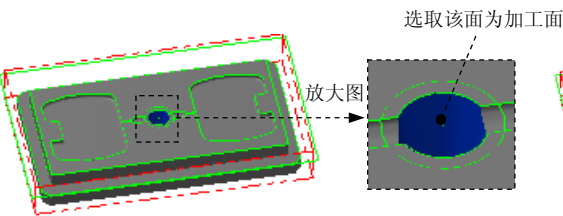
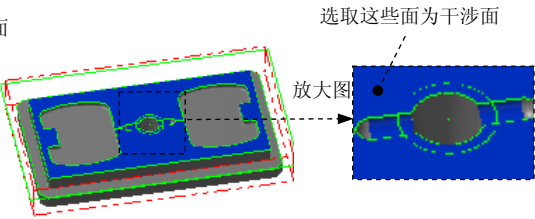

图 20.49 选取加工面
图 20.50 选取干涉面
Step2. 设置加工区域。在图形区中选取图 20.49 所示的面, 按 **Enter** 键, 系统弹出“刀具路径的曲面选取”对话框。然后单击 **干涉面** 区域中的 **鼠标** 按钮, 选取图 20.50 所示的面为干涉面, 然后按 **Enter** 键。单击 **✓** 按钮, 完成加工区域的设置, 同时系统弹出“曲面精加工等高外形”对话框。